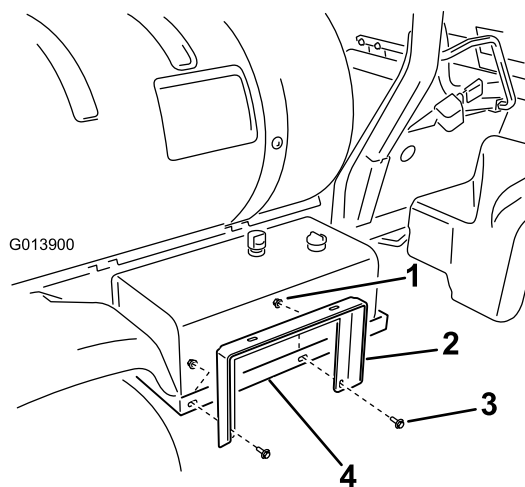

Figura 8
1. Instale o apoio da bobina de tubagem no apoio hidráulico do depósito (Figura 8) utilizando 2 pernos com cabeça de flange (3/8 x 1 polegada) e 2 porcas flangeadas (3/8 polegada). Não aperte totalmente as porcas para permitir a afinação mais tarde.
3. Fixe o apoio da bobina de tubagem às cintas da bobina de tubagem (Figura 8) utilizando 2 pernos com cabeça de flange (3/8 x 1 polegada) e 2 porcas flangeadas (3/8 polegada).